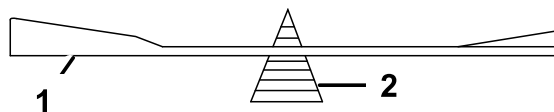

Figura 61
2. Controllate l'equilibrio della lama posizionandola su un bilanciatore (Figura 61).